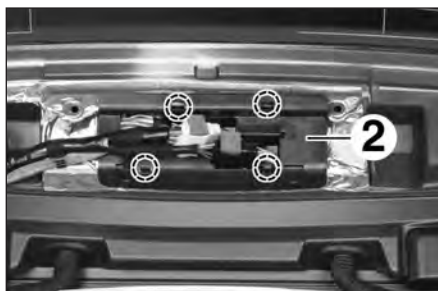

FIG.140
- le support (2) du faisceau électrique (Fig.140).